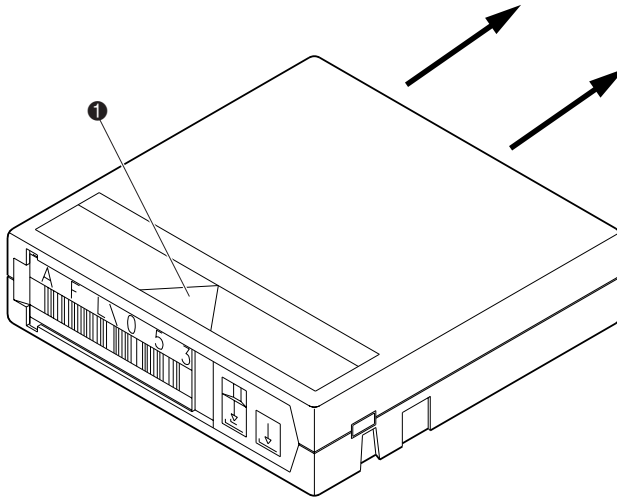

Figure 2-12 : Installation des cartouches (cartouche DLT illustrée)
Placez une cartouche dans chaque bac fixe (❶ figure 2-12) le long de la paroi arrière de la librairie et à l'intérieur de chaque porte avant. Assurez-vous que toutes les cartouches sont correctement orientées et placées dans les bacs.